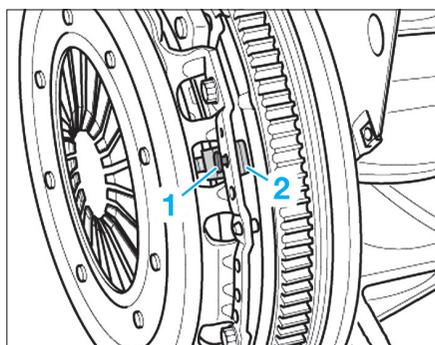

Fig. 5
Avec le montage SACHS, lors du dévissage, la butée (2) doit se relâcher avec le goujon (1), dans le cas contraire pousser le goujon vers le volant moteur (Fig.5).